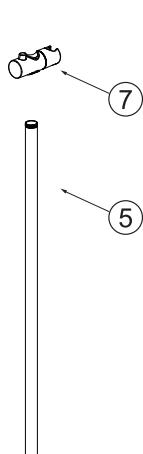

Abbildung 3
- a) Schieben Sie den Schieber über die Steigschiene (Abbildung 3).